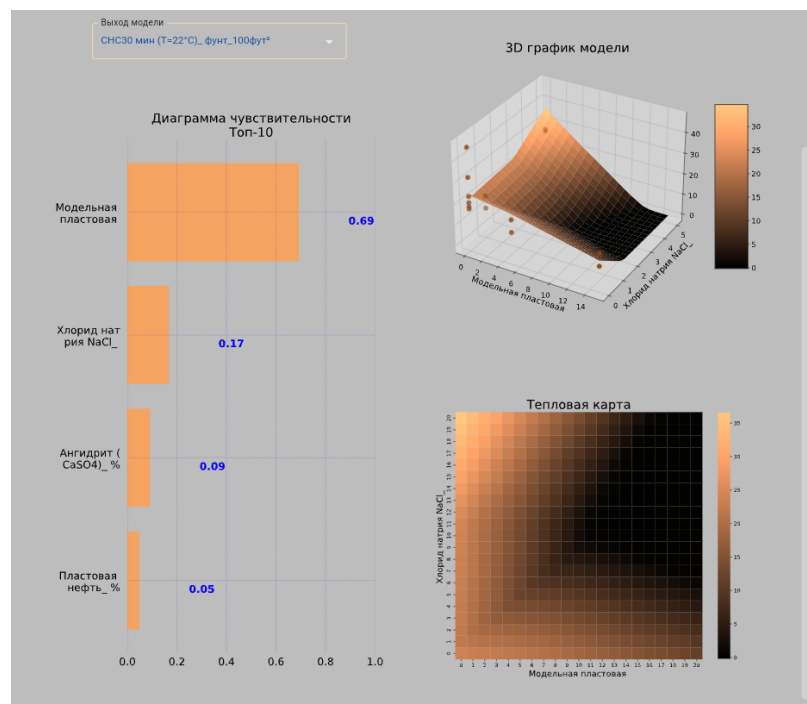

Рисунок 8 – Визуализации по результатам моделирования
- 3) Визуализация диаграммы чувствительности для ТОП-10 входных факторов, 3D-графика модели и тепловой карты при выборе выхода в выпадающем списке (рисунок 8).